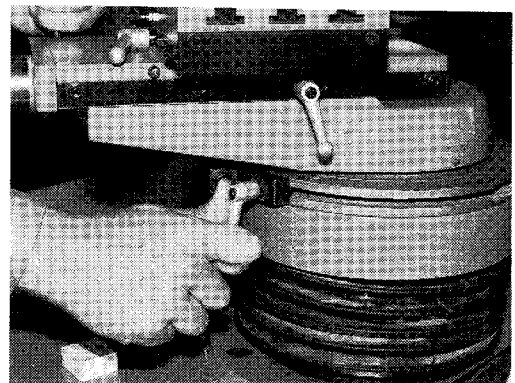
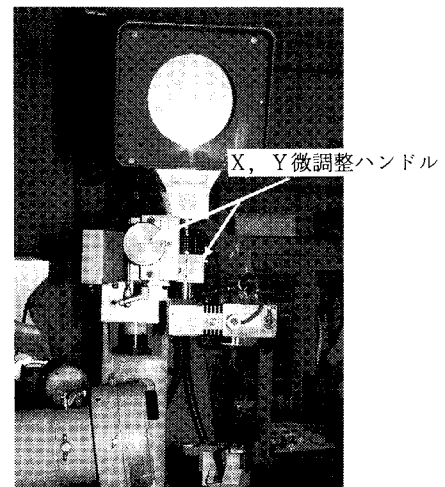

図1-14 副切れ刃の研削用に旋回台を調整し固定する
図1-15 投影器芯出し装置のX, Y微調整ハンドル
(2) 副切れ刃を研削する。
- ① 副切れ刃を研削するための旋回角度を、旋回台目盛にて正確に調整し、固定する（図1-14）。
- ② 作業手順7~8(1)に順じて副切れ刃を研削する。
(3) コーナ半径を研削する。
- ① 芯出し投影器の接眼プレートを中心と旋回台の旋回中心とを芯出し装置のXY微調整ハンドルで合わせる（図1-15）。